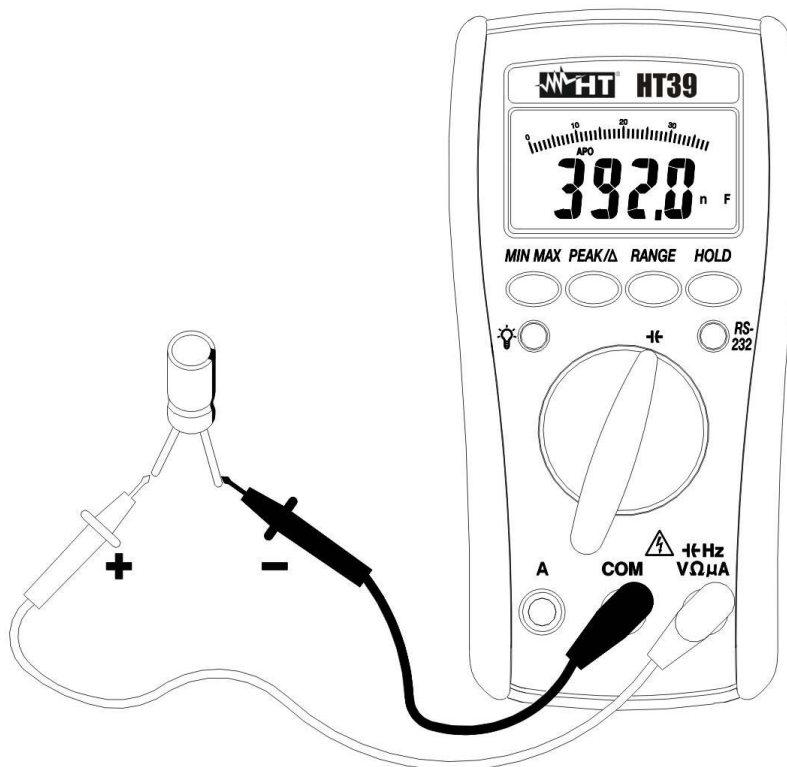

Fig. 10: Misura di Capacità
2. Inserire il cavo rosso nel terminale di ingresso  $\rightarrow$  HzVΩμA ed il cavo nero nel terminale di ingresso **COM** (vedere la Fig. 10).